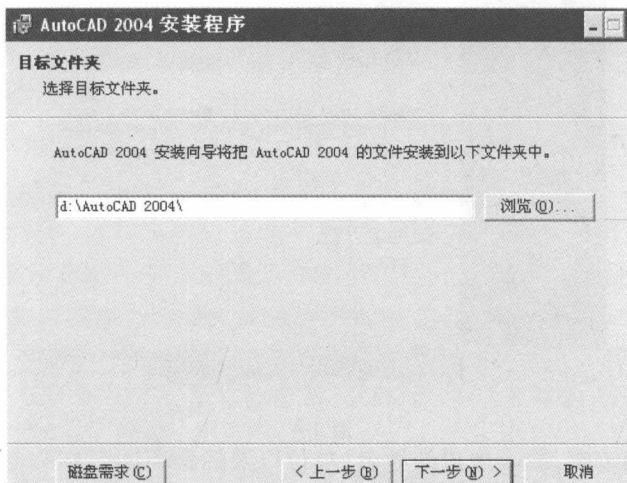

图 1-7
⑥单击【下一步】按钮,需要指定用于安装 AutoCAD 的目录,建议安装在 D 盘,如图 1-7 所示。